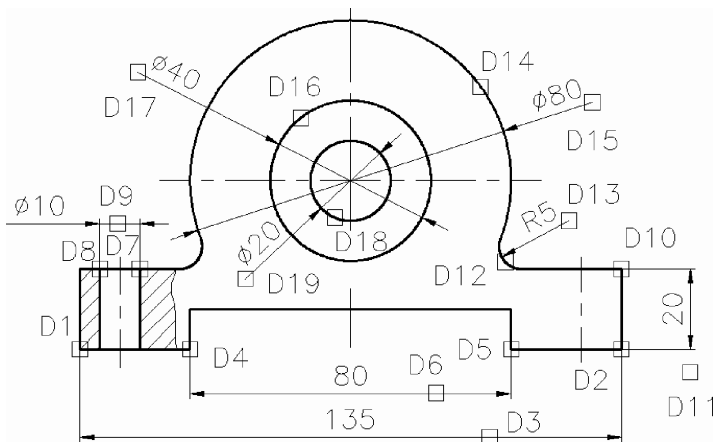

Fig. 6.132 Cotarea proiecției verticale
- Se poate trece acum la trasarea efectivă a cotelor. Pentru exemplificare, este prezentat dialogul prin care se realizează cotarea proiecției verticale a piesei model – vezi Fig. 6.132.